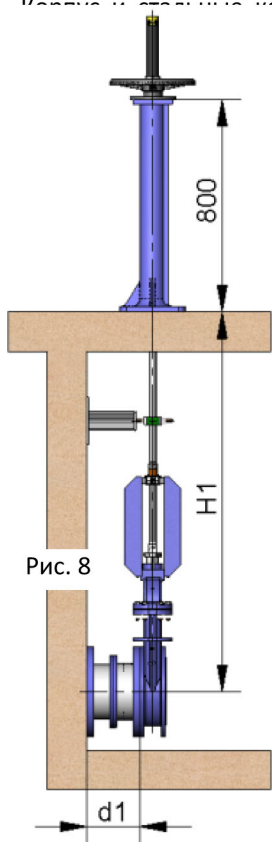

Рис. 8
- Стандартная колонна имеет высоту 800 мм (Рис. 8). Колонна другой